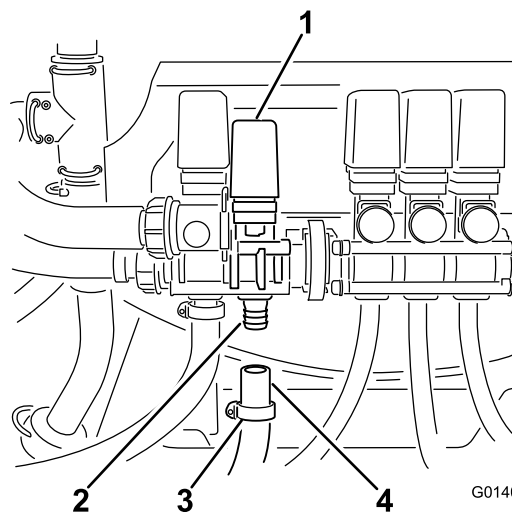

Рисунок 28
3. Проведите ослабленный шланговый хомут поверх открытого конца шланга (Рисунок 28).